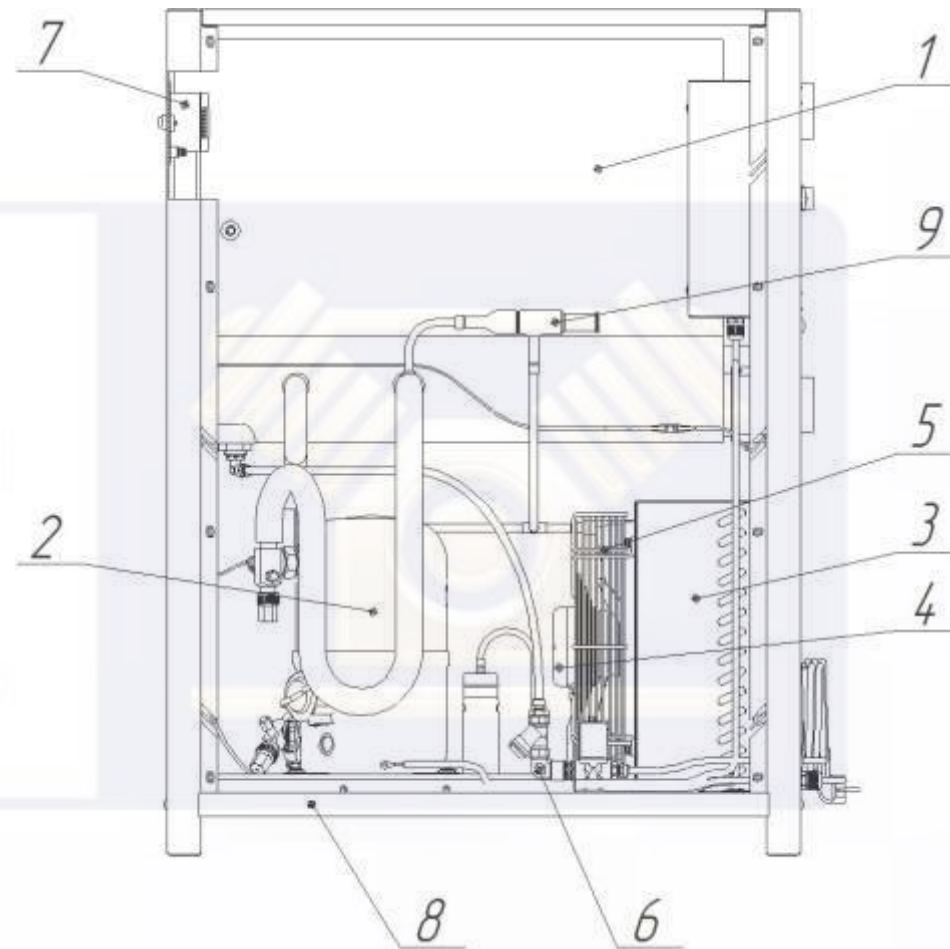

Рисунок 2 – Осушитель сжатого воздуха
4.1.9 Кожух осушителя, так же как и платформа 8 (рис. 2) выполнен из листового гнутого профиля.